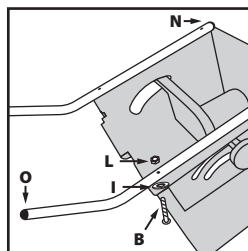

Fig. 3
- Attachez ces deux éléments sur le corps principal de l'outil à l'aide des fixations **B**, **I** et **L** (**Fig. 3**).